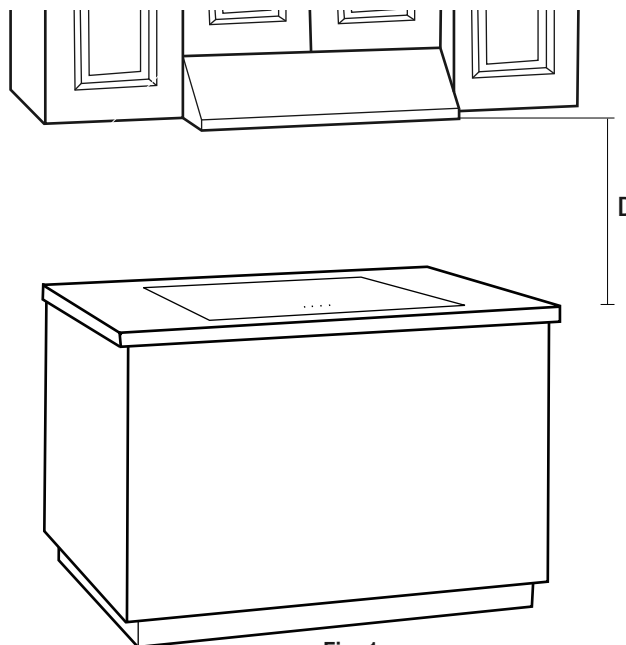

Fig. 1
4. Si vous choisissez d'installer la hotte, comme ci-dessous (Fig. 1), à la distance (D) de la surface de cuisson, prenez des précautions supplémentaires car la hotte peut être très chaude au toucher. Pour cette unité, la distance (D dans la fig. 1) est de 458mm - 710mm (18 po - 28 po). Si vous choisissez une l'installation de 18po, la température de la surface de la hotte sera élevée si l'appareil est utilisé pendant une cuisson à haute puissance pour un certain temps.